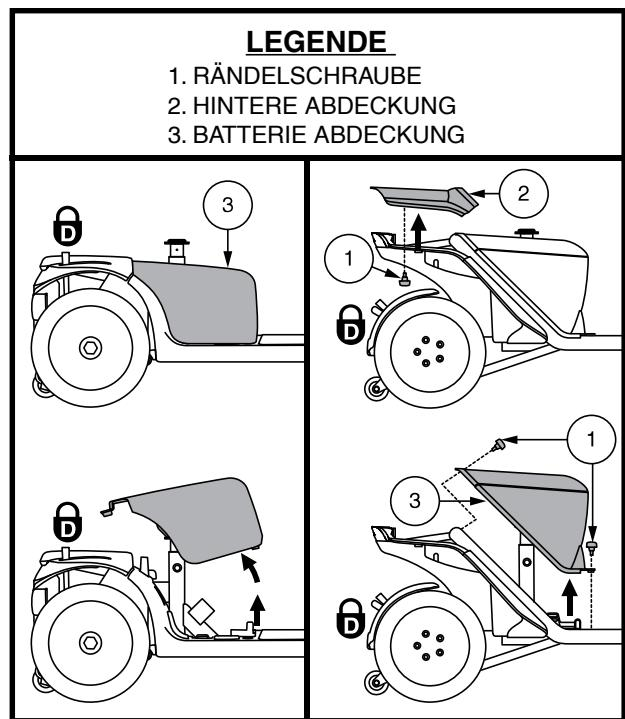

Abb. 13. Entfernung/Ersetzung der Abdeckung
1. Entfernen Sie den Sitz und die hintere Abdeckung. Siehe Abb. 13.
- a.) Für Modelle 614 und 714, entfernen Sie die Batterieabdeckung indem Sie die zwei (2) Rändelschrauben, die es am Scooter Rahmen befestigen, abschrauben und die Abdeckung hoch und vom Scooter heben. Siehe Abb. 13.
- b.) Für Modelle 614 und 714, entfernen Sie die Batterieabdeckung indem Sie die vier (4) Rändelschrauben, die es am Scooter Rahmen befestigen, abschrauben und die Abdeckung hoch und vom Scooter heben. Siehe Abb. 13.